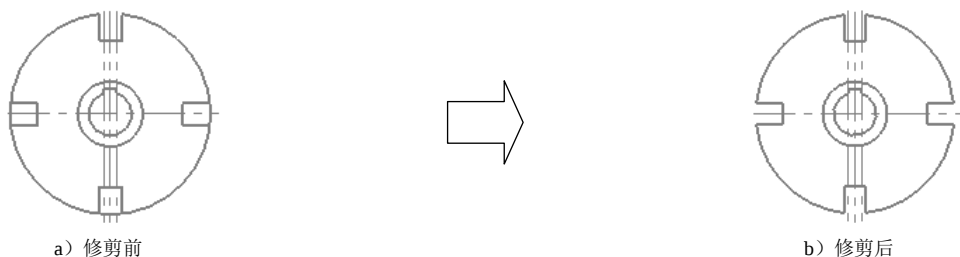

图 3.15.24 修剪曲线
③ 定义旋转参数。在“旋转”对话框中选中  复选项，在 **次数** 文本框中输入值 3，在  文本框中输入值 90，按 Enter 键确认。
④ 单击  按钮完成旋转曲线的操作。
(5) 修剪多余曲线，如图 3.15.24 所示。
① 选择命令。选择下拉菜单 **编辑(E)** → **修剪/打断(T)** → **修剪/打断/延伸(T)** 命令，系统弹出“修剪/打断/延伸”工具栏。
② 设置修剪方式。在“修剪/打断/延伸”工具栏单击  按钮使其处于按下状态。